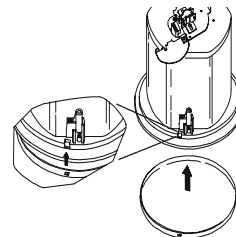

Figura 11
Paso 8 – Inserte la rejilla. Ponga la rejilla con el logo a la vista y presione hasta que el frontal quede rasante con el borde del baffle. Tenga en cuenta que los 3 puntos elevados deberían encajar perfectamente en las 3 muescas. Asegúrese de que la rejilla está completamente fija para prevenir que vibre y acabe cayéndose. (Figura 11)